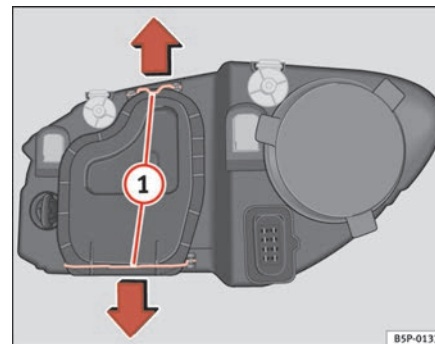

Fig. 160 Luz de cruce
- Desplace los tirantes ⇒ página 261, fig. 160 ① en el sentido de la flecha y saque la tapa.